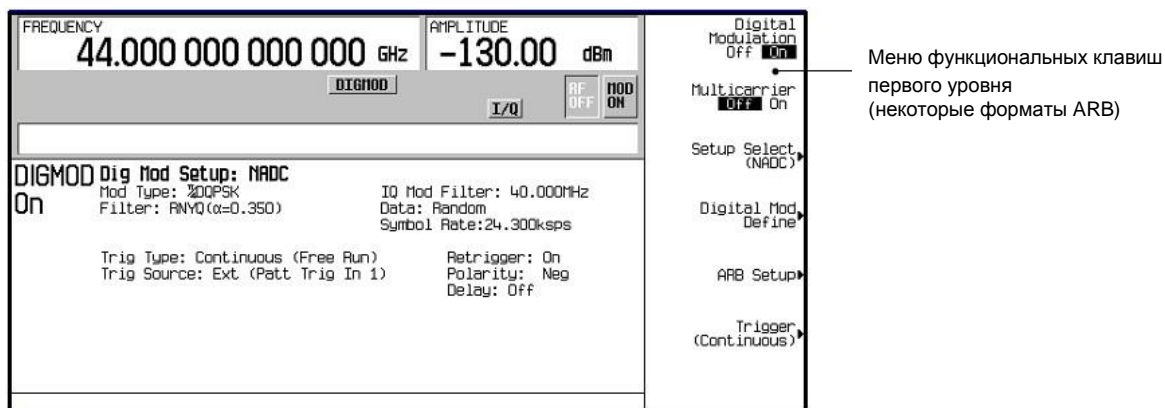

Рисунок 3-1. Меню функциональных клавиш первого уровня специальной цифровой модуляции
Создается принятый по умолчанию заголовок файла и воспроизводится временный файл модулирующего сигнала (AUTOGEN_WAVEFORM). Ниже показан дисплей генераторов серии PSG (**Рисунок 3-1**).
1. Из меню функциональных клавиш первого уровня (см. Рисунок 3-1) откройте меню Header Utilities: